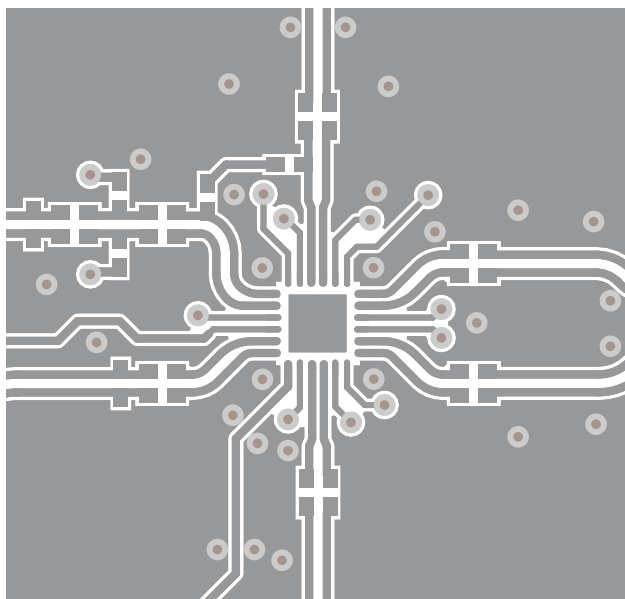

图 8-5. 布局示例，顶层
- 使用 GND 屏蔽隔离输入和输出。图 8-5 将所有输入和输出作为差分对进行路由。
| • 更新了 布局指南以更正到 图 8-5 的链接.....                                    | 44 |